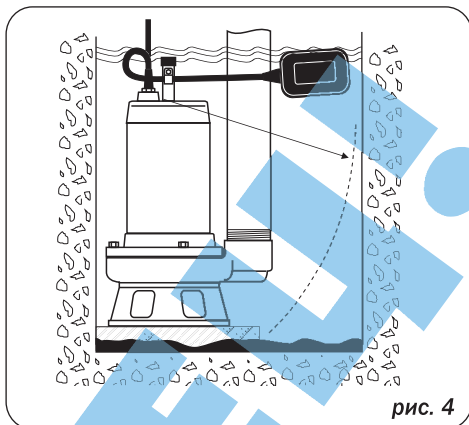

рис. 4
-Вокруг насоса должно быть достаточно места для свободного движения поплавкового выключателя, см. рис. 4;